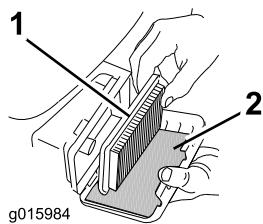

Figura 27
- Retire el filtro de aire de papel y el pre-filtro de gomaespuma (Figura 27).